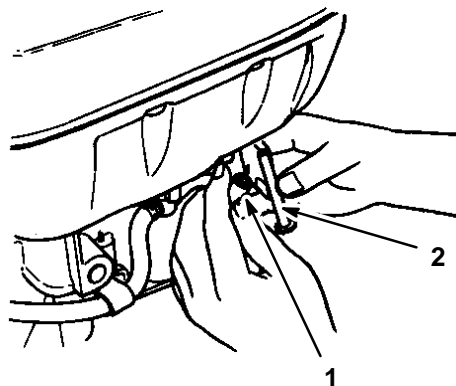

Figure 13
7. Desserrer le collier de la conduite d'alimentation, et détacher la conduite du réservoir d'essence (Fig. 13).